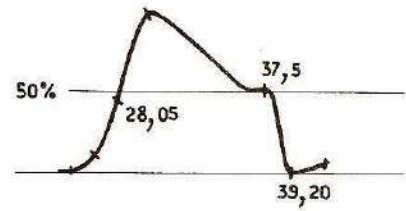

Fig. 25
3. Visser 324 pour obtenir la courbe de la figure 25.